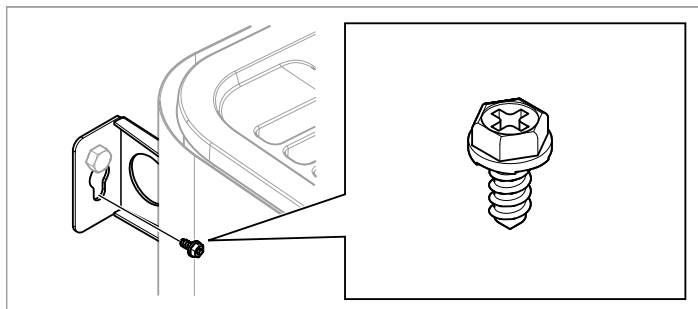

Fig 11: Konsolens låsskruv
9. Lås aggregatet på plats med låsskruven se Fig 11, sidan 3.